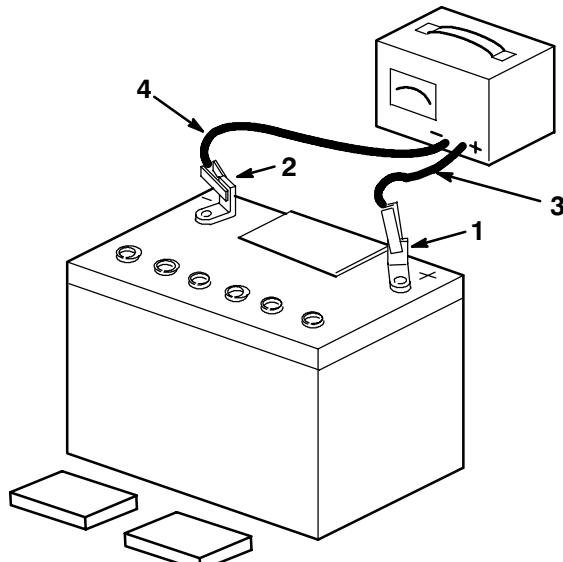

Figure 6
6. Ne pas remettre les couvercles et connecter un chargeur de batterie de 3 à 4 A aux bornes de la batterie (Fig. 6).
8. Lorsque la batterie est complètement chargée, débrancher le chargeur de la prise de courant, puis le déconnecter des bornes négative et positive de la batterie (Fig. 6).